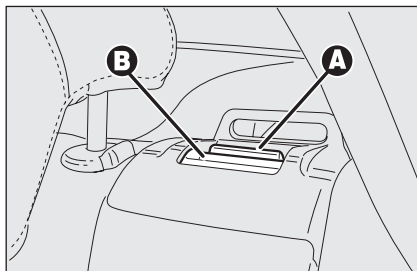

fig. 3
**ADVERTENCIA** En algunas versiones, el respaldo está correctamente enganchado cuando desaparece la “banda roja” **A-fig. 3** ubicada al lado de las palancas **B** de reclinación del respaldo. De hecho, esta “banda roja” indica que el respaldo no ha quedado bien enganchado.
**Compruebe que el respaldo esté enganchado correctamente en ambos lados (banda roja A-fig. 3 no visible) para evitar que en caso de frenazos, el respaldo pueda proyectarse hacia adelante con el consiguiente riesgo de lesiones para los pasajeros.**